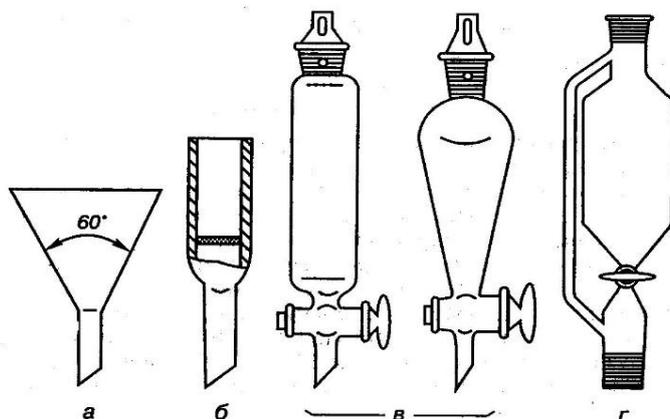

Рис. 7. Воронки: а) лабораторная, б) фильтрующая с впаянным стеклянным фильтром, в) делительная, г) капельная с боковой трубкой для выравнивания давления
**Воронки** (рис. 7) используются для наливания, фильтрования и разделения жидкостей.